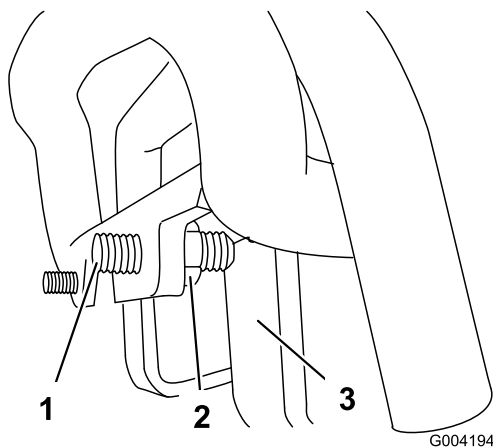

Figura 57
3. Se il trattore devia verso **sinistra**, allentare il controdado **destro** e regolare la vite di registro sulla parte anteriore del comando della trazione (Figura 57).
4. Se il trattore devia verso **destra**, allentare il controdado **sinistro** e regolare la vite di registro sulla parte anteriore del comando della trazione (Figura 57).